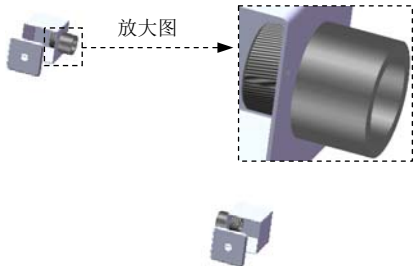

图 11.8.4 添加端盖后
Step3. 添加端盖。选择 **电气** 功能选项卡中的 **通过拖/放来开始(Q)** 命令, 系统弹出图 11.8.2 所示的“信息”对话框和“设计库”; 打开设计库中的 routing\conduit 文件夹, 选择“pvc conduit--male terminal adapter”(端盖)为拖/放对象; 将端盖拖放到图形区域中的圆孔位置, 系统弹出图 11.8.3 所示的“选择配置”对话框; 在“选择配置”对话框中选择 **0.5inAdapter** 配置, 单击 **确定(O)** 按钮, 在弹出的“线路属性”对话框中单击 **✗** 按钮, 结果如图 11.8.4 所示。